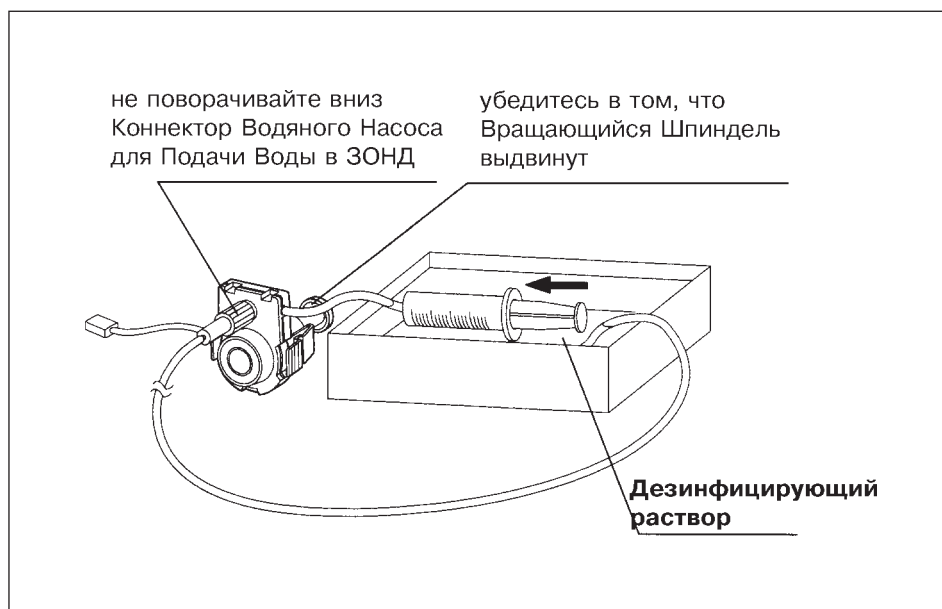

Рис.6.6
2. Шприц ёмкостью 30 см³ или более, наполненный дезинфицирующим раствором, присоедините к Трубке Водяного Насоса и введите раствор (См. рис. 6.6).